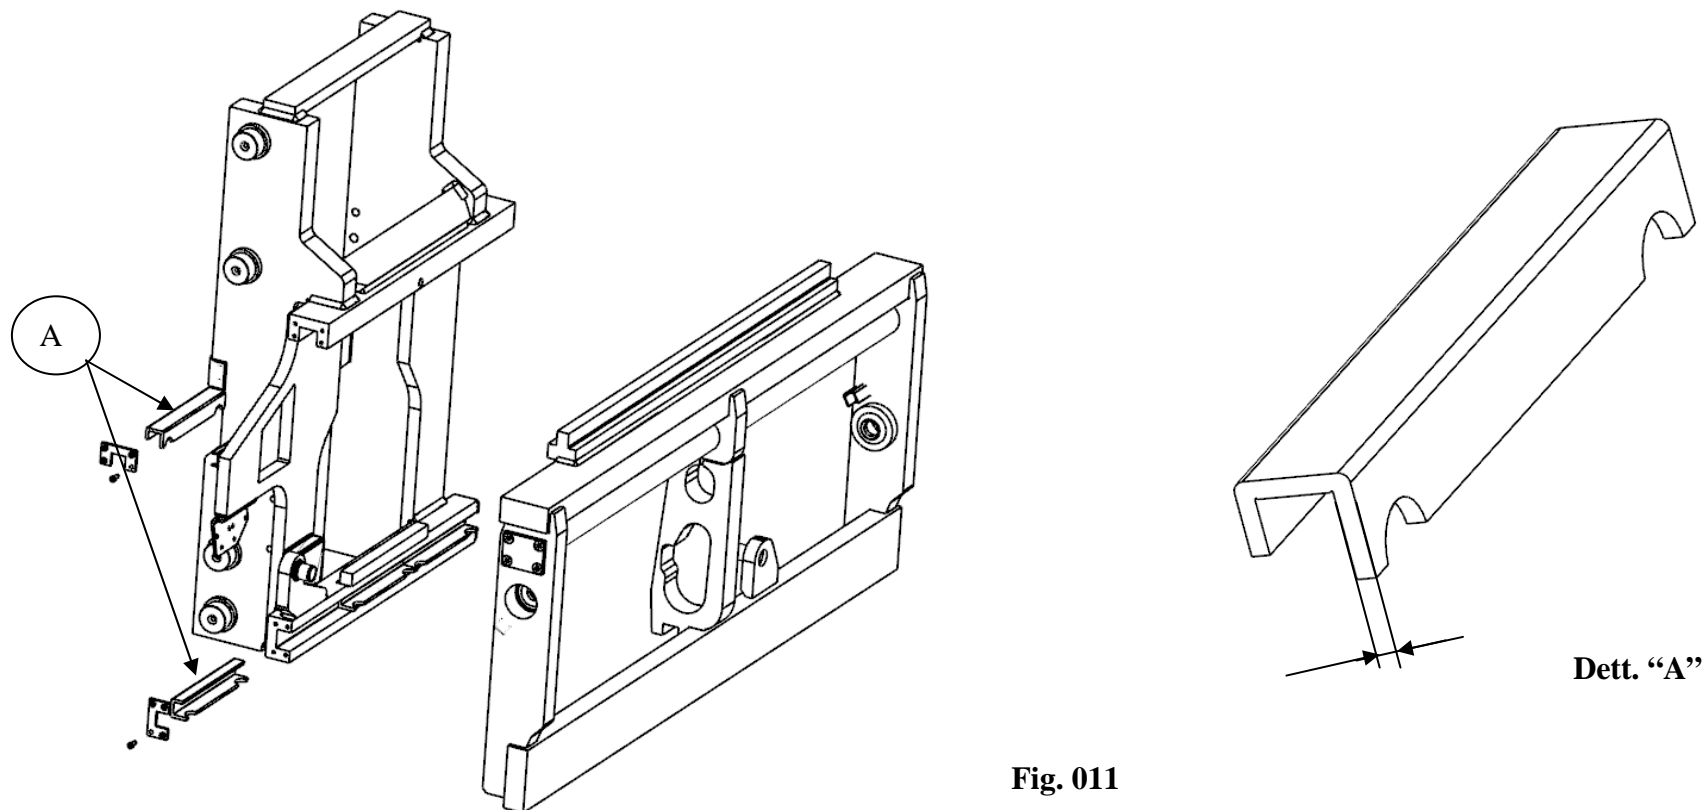

Fig. 011
4.2.2 Con cadenza di 2000 ore (Fig.011)